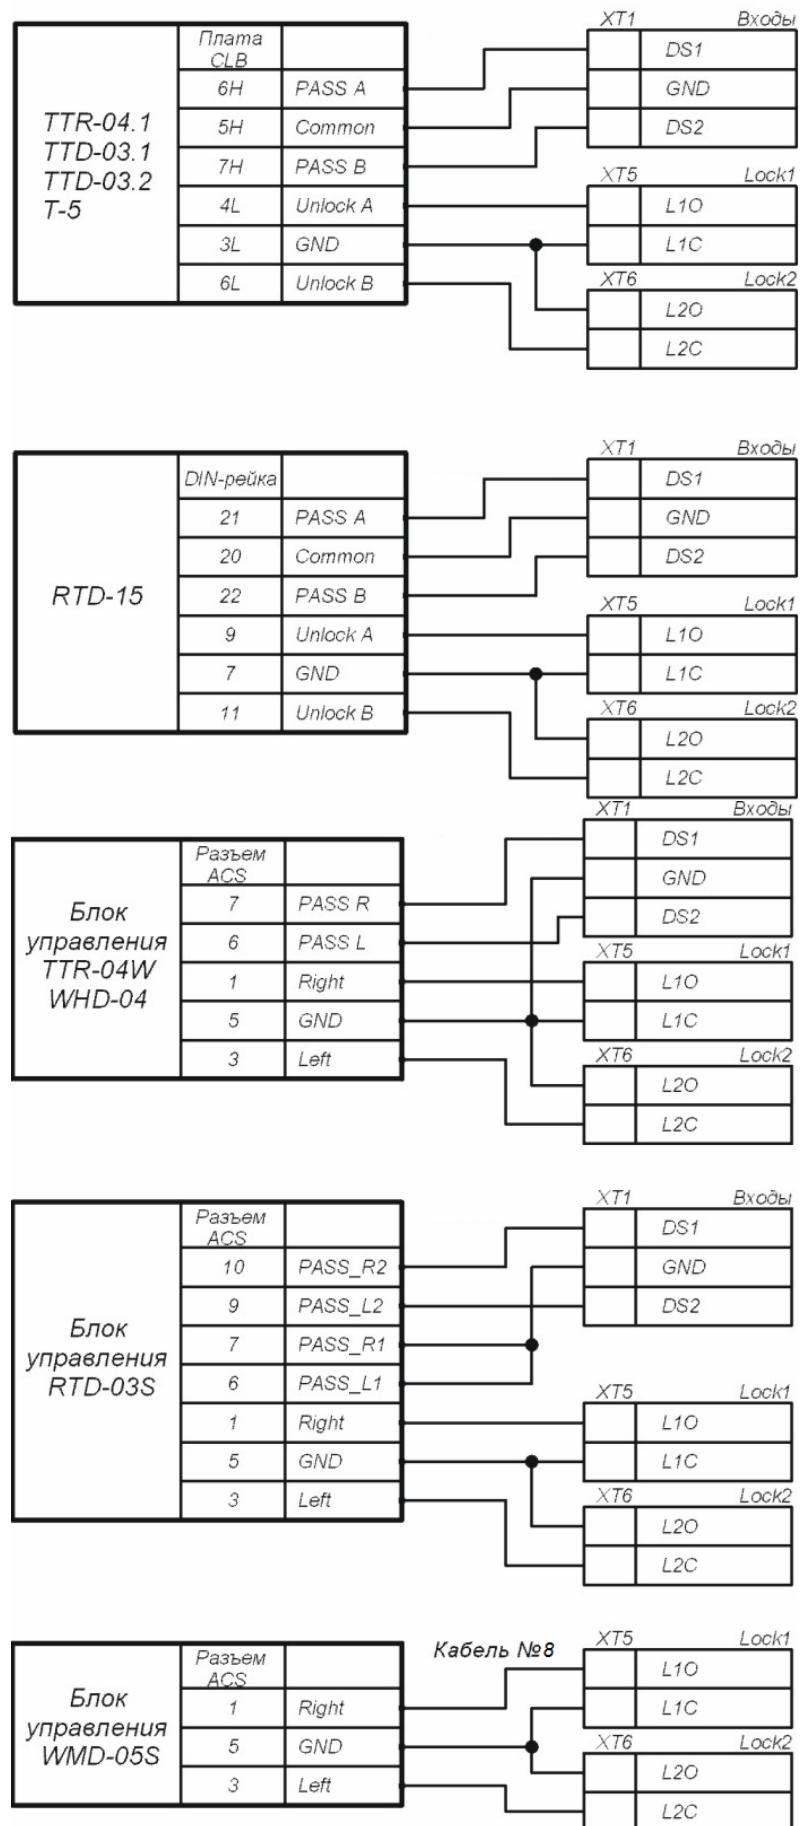

Рисунок 5. Схемы подключений ИУ в варианте «Управление турникетом»
5. Подключите турникет (блок управления турникетом) к клеммным колодкам **XT1**, **XT5**, **XT6** платы контроллера согласно схеме, представленной на рис. 5, для используемого типа турникета.